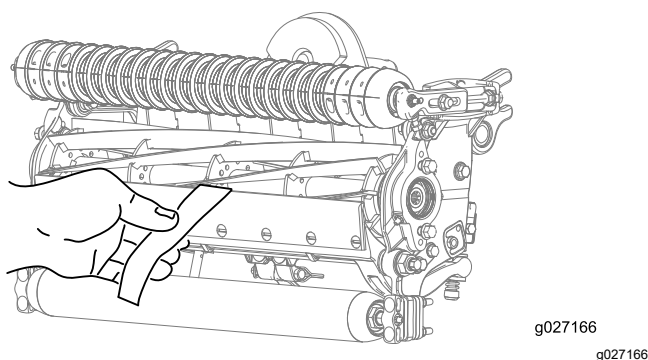

図 8
- B. リールと下刃の間に、下刃に対して垂直になるように、カッティングパフォーマンスペーパー (Toro 部品番号 125-5610) の長いストリップを挿入し (図 8)、次にリールをゆっくりと前方に回転させる。紙が切れるはずですが、切れない場合は、切れるまで手順 A と B を繰り返す。
13. 刃合わせチェックペーパー Toro P/N 125-5610 を、リールとベッドナイフとの間に入れてベッドナイフに対して直角にセットし (図 8)、リールを ゆっくり と前転させる紙が切れれば適切。左右のベッドバー調整ボルトをそれぞれ1クリックだけ締め、もういちど紙を切るテストを行う。紙が切れるまでこれを繰り返す。